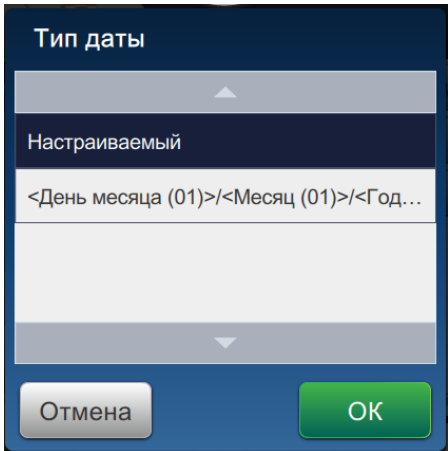

Рис. 5-9. Экран настройки формата даты
1. На экране «Настройка даты» выберите опцию *Настраиваемая* из раскрывающегося списка «Тип даты», как показано на Рис. 5-9. Нажмите кнопку  .